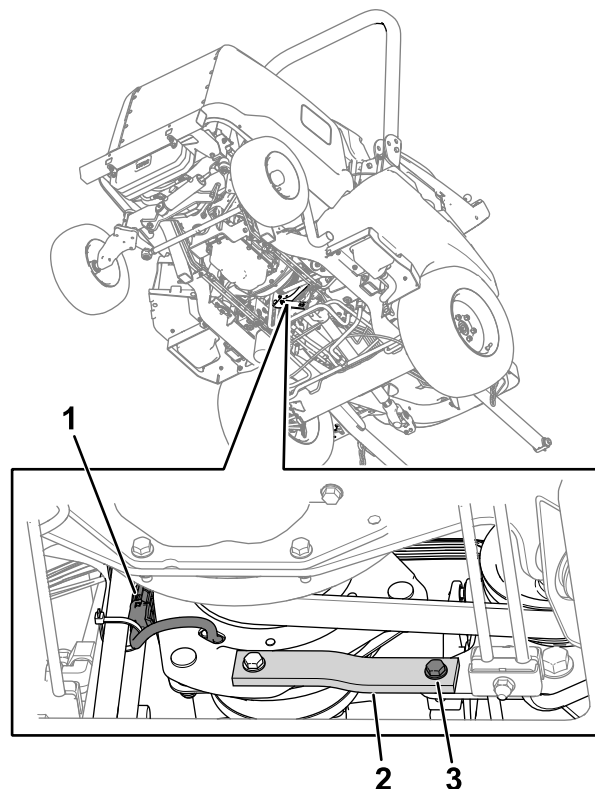

Рисунок 79
2. Отсоедините разъем жгута проводов сцепления от жгута проводов машины (Рисунок 79).
3. Снимите болт, шайбу и гайку с резинометаллических полос (Рисунок 79) на раме.